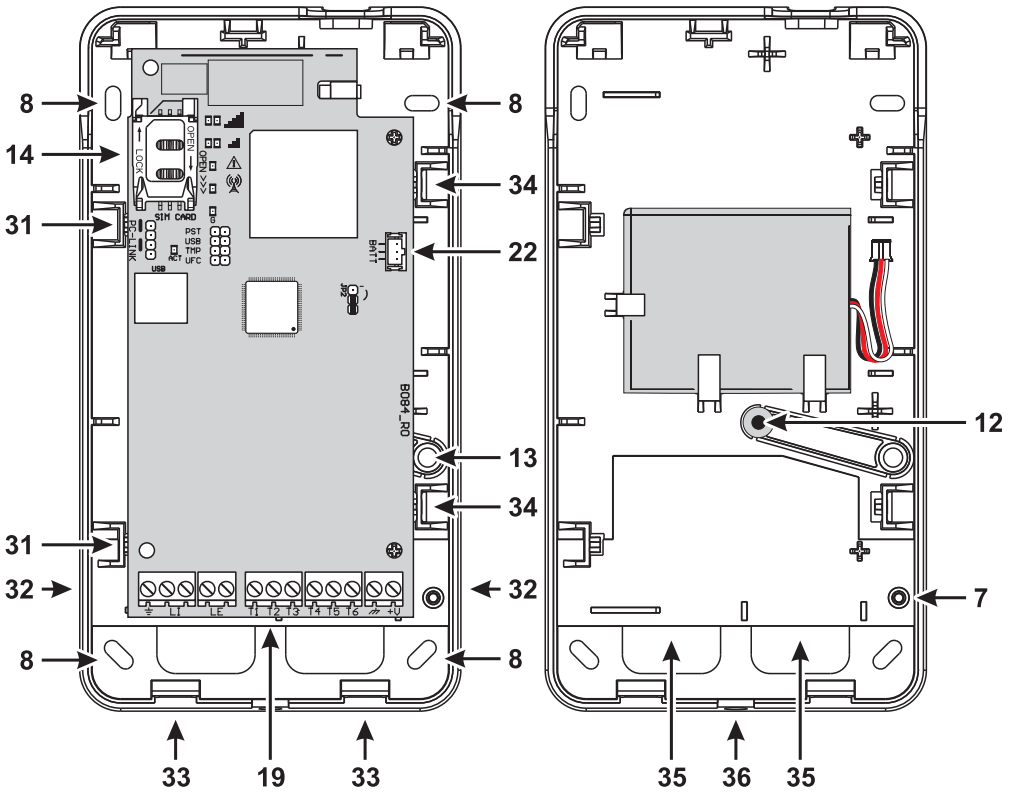

Figura 4 – Montaje del Comunicador con contenedor.
El Comunicador con contenedor se debe fijar a una pared con tornillos y tacos adecuados (no suministrados) como se indica a continuación y según se ilustra en la Figura 4.
4. Poner la batería como se ilustra en la Figura 4.